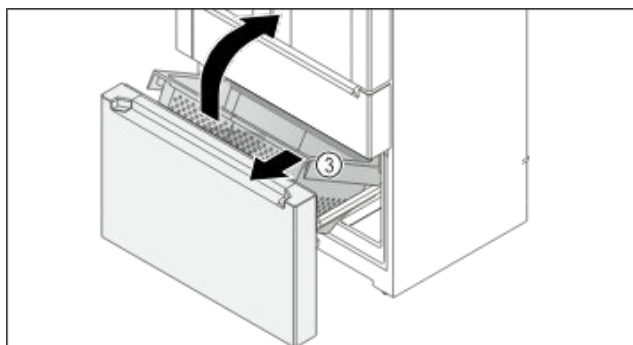

Fig. 152
- Pojemnik *Fig. 152 (3)* podnieść w przód.
- Pojemnik *Fig. 152 (3)* wyjąć w przód po skosie.